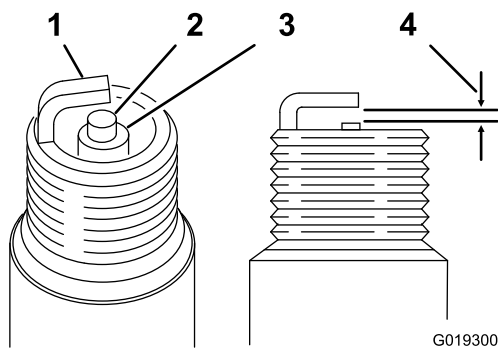

Figure 31
1. Examinez le centre de la bougie (Figure 31). Si le bec isolant est recouvert d'un léger dépôt gris ou brun, le moteur fonctionne correctement.
2. Avec une jauge d'épaisseur, mesurez l'écartement entre l'électrode latérale et l'électrode centrale (Figure 31).